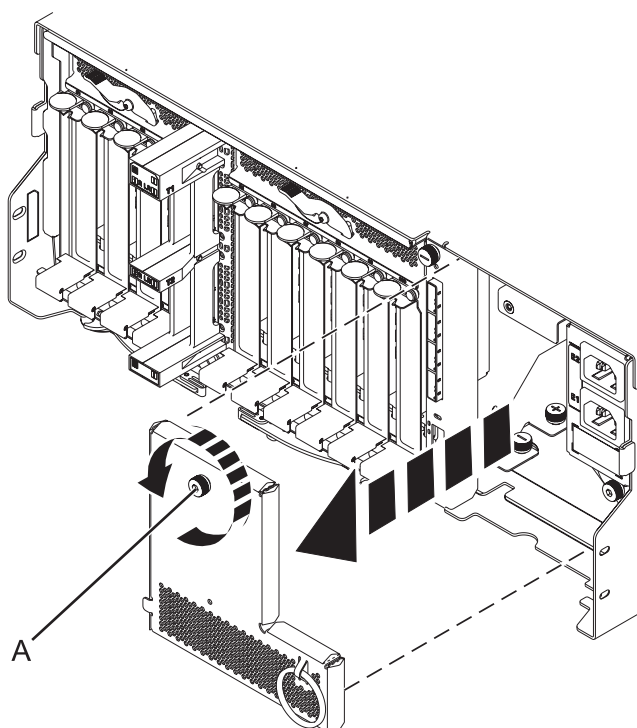

Figura 87. Extracció de la placa de cables d'alimentació
10. Traieu la placa de cables d'alimentació girant el cargol (A) i estirant de la placa per treure-la del sistema, com es mostra a la Figura 87.